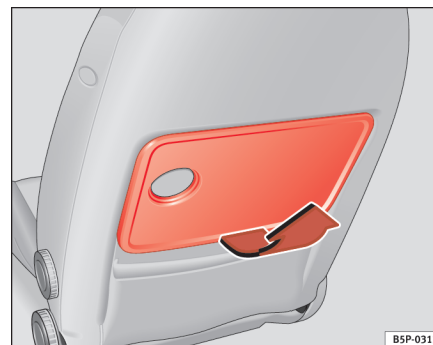

Fig. 104 Klapbord på venstre forsæde
- For at kunne bruge bordet skal du klappe det op i pilens retning ⇒ fig. 104. ▶